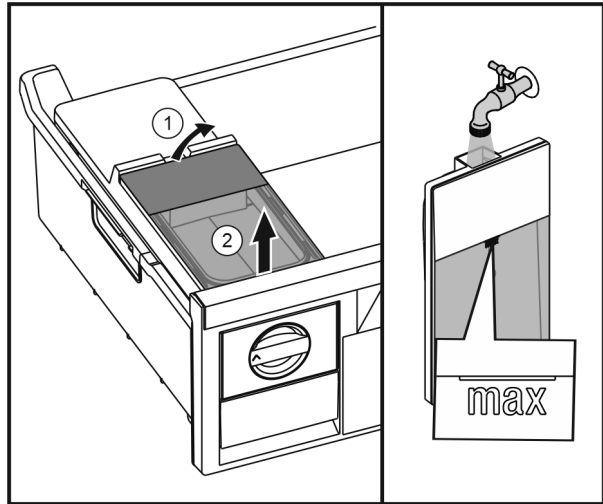

Fig. 46
- ▶ Повдигнете резервоара за вода отзад Fig. 46 (1) и извадете нагоре Fig. 46 (2).